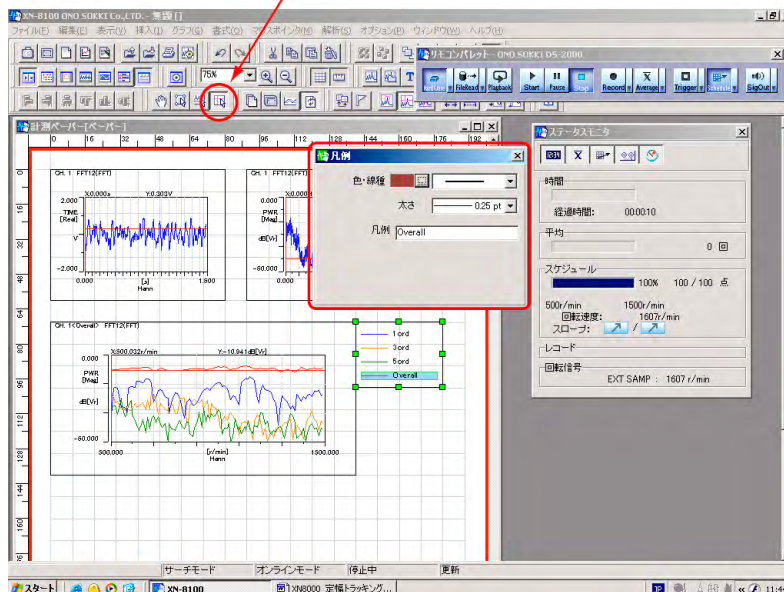

図 20
- ⑫ 【凡例】をクリックし、凡例を表示します。「凡例」の緑の枠にマウスを合わせ、大きさを調整し、見やすくします。
- ⑬ 【サーチ】ボタンを on します。凡例をマウスでクリックすると、その Line がアクティブになり、グラフの線の色が赤で表示されます。グラフの X、Y の値はこのアクティブのデータのポインタの位置の値を表示します。ポインタの位置はキーボードの ←→ キーで移動できます。
- ⑭ 「凡例」をクリックしてアクティブ後、続けて右クリックでプルアップメニューを開きます。プルアップメニューの「凡例の設定」をクリックし、[凡例] ダイアログを開くと、「色・線種」「大きさ」「凡例」などを設定することができます。[凡例] ダイアログをひらいた状態で、「凡例」内の各ラインを順次選択して、それぞれを設定します。【X】をクリックすると確定されダイアログが閉じます (図 20)。